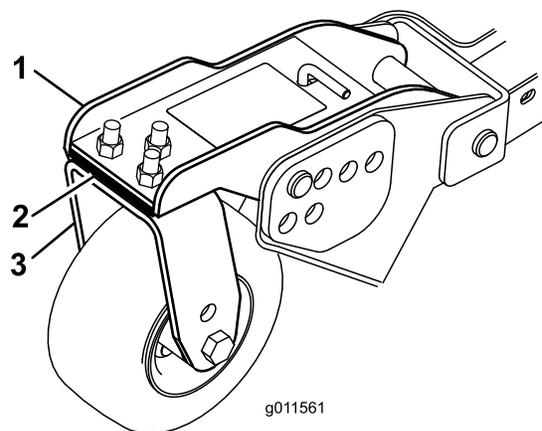

Figura 35
Girate la lama di ciascun perno fino a disporla in parallelo con la lunghezza della macchina. Misurate dal suolo alla punta anteriore del tagliante. Regolate gli spessori sul braccio (o bracci) della ruota orientabile anteriore affinché corrispondano all'adesivo dell'altezza di taglio (Figura 35). Unicamente per il fusello della lama esterna fate riferimento alla procedura in Regolazione del passo del piatto di taglio \(pagina 69\).
3. Se il bordo interno del piatto di taglio laterale è troppo alto in relazione al bordo esterno del piatto di taglio anteriore, rimuovete uno spessore dalla parte inferiore del braccio della ruota orientabile anteriore interno sul piatto di taglio laterale (Figura 35).